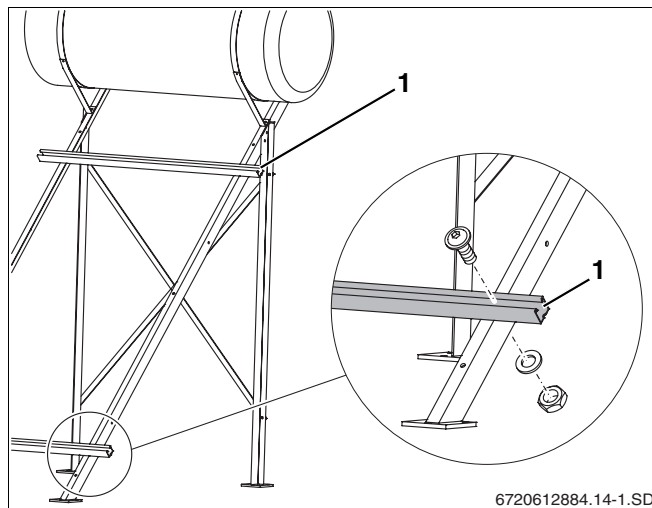

fig. 13 Fixação dos perfis
- Coloque os perfis (fig. 13, **item 1**) sobre os apoios compridos e aparafuse-os com parafusos de sextavado interior M8 x 20, anilhas e porcas.